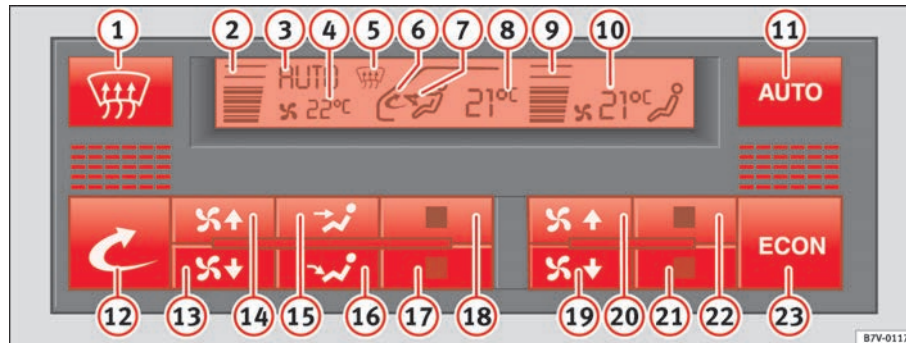

Abb. 119 In der Instrumententafel: Bedienelemente Climatronic
⇒ Abb. 119 **15** oder **16** bzw. eine der Temperaturtasten **17** oder **18**. In der Anzeige erlischt **AUTO**.
- Drücken Sie die Taste  $\Rightarrow$  Seite 158, Abb. 119 , um den Umluftbetrieb ein- bzw. auszuschalten. Er ist eingeschaltet, wenn das Symbol   im Anzeigenfeld erscheint.